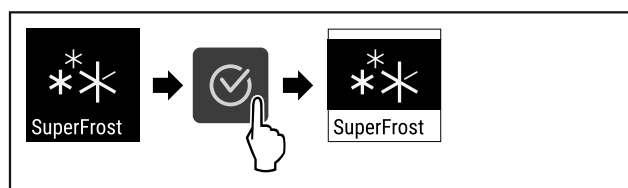

Fig. 92
- ▶ Suivre les étapes (voir Fig. 92).